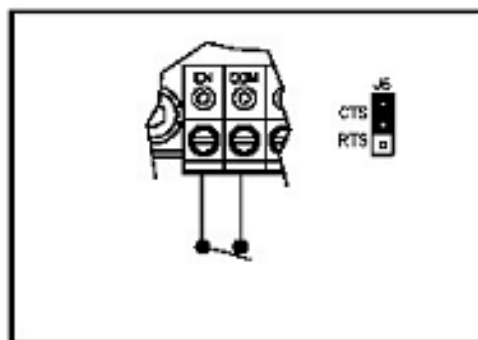

图 16
5.3如果需要惯性下滑停机操作, 将跳线J6设置到CTS位置。当“EN”和“COM”端子之间的触点断开时, 马达输出惯性下滑停机。参见图16。